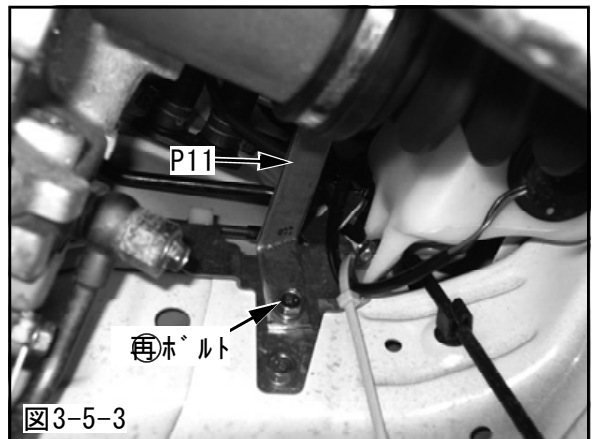

図3-5-3
- (4) 位置出し後のインレットパイプNo.3を車両に固定してください。この時、インタークーラスプレタングブラケットのボルトを再使用して、インレットスターの取付けを行なってください。(図3-5-3)